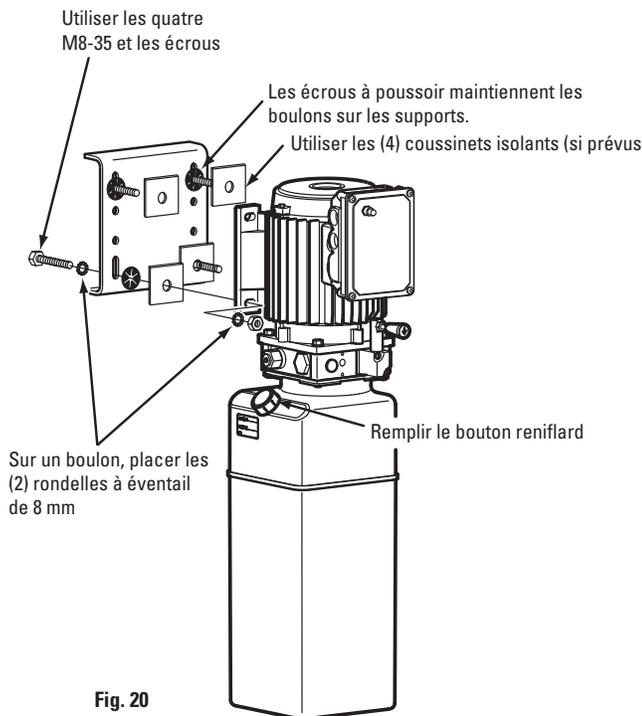
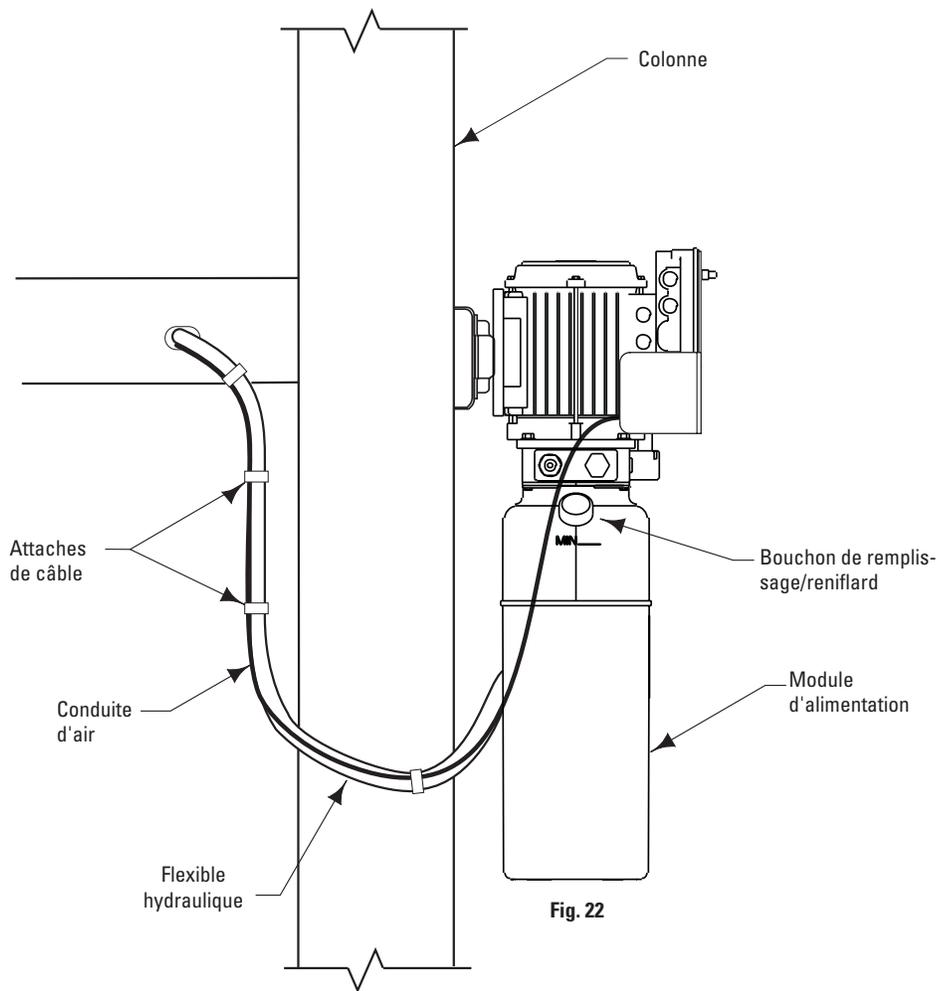

Fig. 20
Fig. 22
- Insérer les (4) boulons à tête hexagonale M8-35 dans les trous de support des colonnes à l'aide des boulons à pression pour les maintenir en place.
- Monter le module d'alimentation, moteur vers le haut, sur les supports de colonne, puis installer les rondelles de blocage et les écrous, Fig. 20. Faire passer le flexible hydraulique depuis le chemin de roulement par la fente sur le côté du chemin de roulement vers le port de sortie du module d'alimentation, Fig. 22. N'utiliser aucun ruban en téflon sur les raccords de flexible hydraulique.
- Faire passer le flexible hydraulique depuis le chemin de roulement par la fente sur le côté du chemin de roulement vers le coude, Fig. 22. N'utiliser aucun ruban en téflon sur les raccords de flexible hydraulique. Nettoyer le coude et le flexible. Inspecter tous les filets pour la présence de dommage et les extrémités de flexible pour s'assurer qu'ils sont sertis. Fixer le flexible au coude en suivant la procédure de serrage des raccords évasés.
17. Remplissage d'huile : utiliser de la Dexron III ATF, un fluide hydraulique qui satisfait aux spécifications de la norme ISO 32. La capacité du système est de quatorze (14) pintes. Utiliser de la ATF Dexron III ou son équivalent. Abaisser le pont élévateur à la position complètement abaissée. Retirer le bouton de remplissage/reniflard, Fig. 22. Remplir jusqu'à la ligne de remplissage minimum sur le réservoir, remettre le bouchon.
20. Purge : le pont élévateur doit être complètement abaissé avant de changer ou d'ajouter du liquide. Lever et abaisser le pont-élévateur six fois. Ce vérin est à purge automatique. Après la purge du circuit, le niveau de fluide dans le réservoir du module d'alimentation peut être en panne. Ajouter de l'huile hydraulique ATF ou ISO32 le cas échéant, en suivant les consignes décrites à l'Étape 16. Pour l'essai de la pression, faire fonctionner le pont élévateur à plein régime et le moteur pendant environ 5 secondes. Arrêter, puis vérifier tous les raccords et les flexibles. Serrer ou remettre le joint d'étanchéité, le cas échéant. Abaisser le pont élévateur. Si le bouton de remplissage/reniflard, Fig. 22, est perdu ou cassé, commander une pièce de rechange.